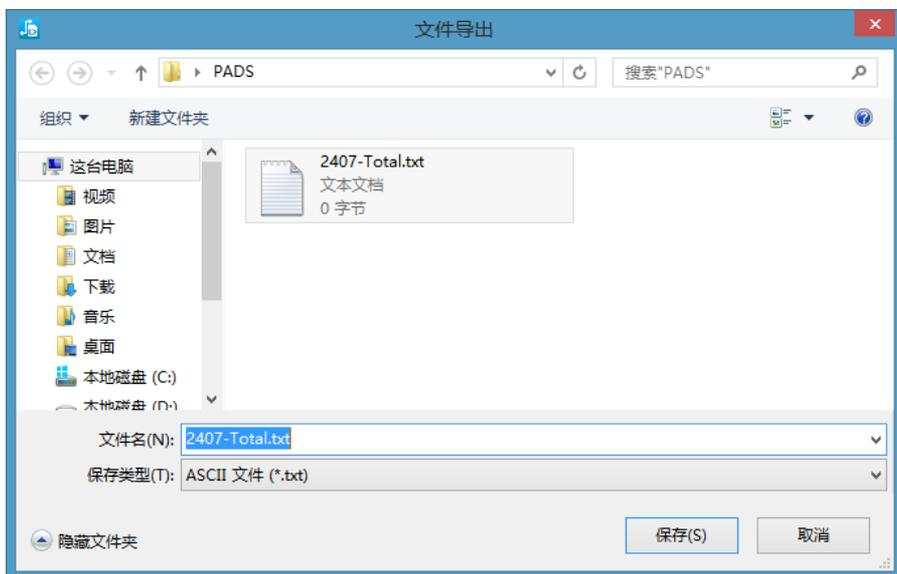

图 2-36 “文件导出”对话框
(6) 导出文件。将原理图文件导出为其他类型的文件，如文本文件 (.txt)、目标链接与嵌入文件 (.ole) 以及 PADS 布局规则文件 (.asc)。执行“文件”→“导出”命令，然后系统会弹出如图 2-36 所示的“文件导出”对话框，输入需要导出的文件名，单击“保存”按钮即可。